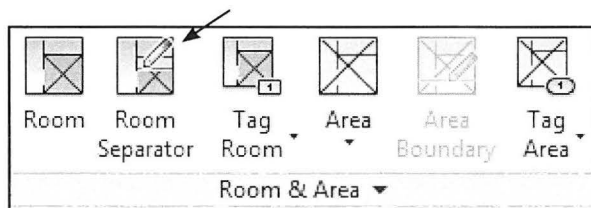

Fig. 11.09. Stå i stueplanen og vælg *Room Separator*.
- Stå i (03) Stueplan i *Project Browseren*.
- Vælg *Architecture - Room Separator* (Fig. 11.09)